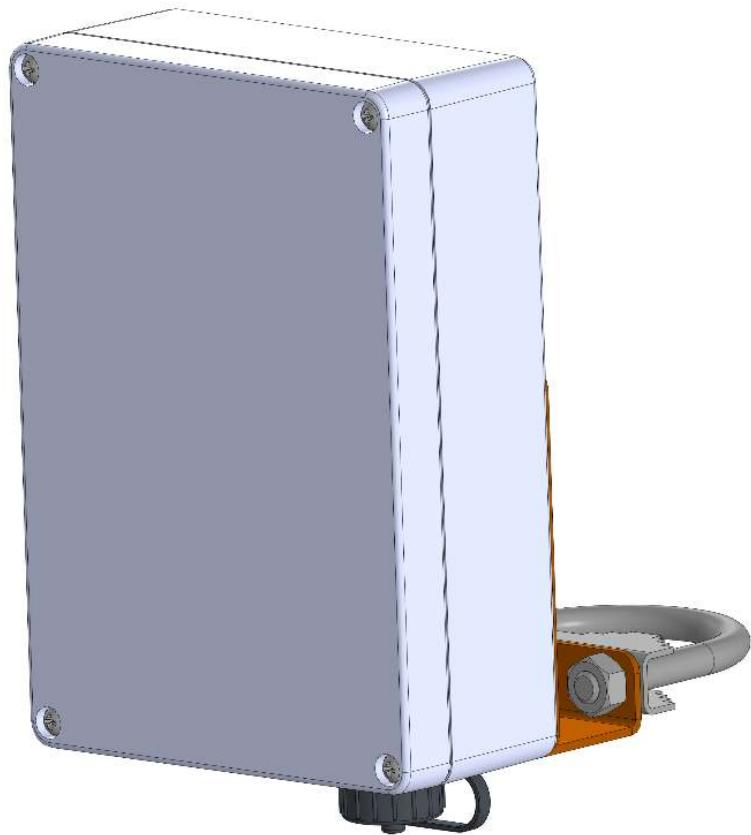

Рисунок 1
2.3.2 Закрепите обнаружитель на месте эксплуатации с помощью металлического хомута (рисунок 1). Подсоедините к сети Ethernet с функцией PoE.